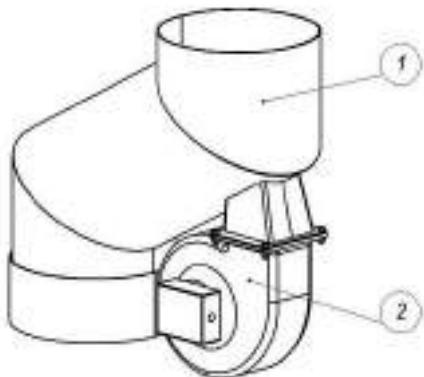

Рис.9
- Дымовой аспиратор (дымосос). (Рис.9)
Является дополнительной опцией, позволяющей увеличить тягу отводимых газов. Устанавливается в соответствии с Рис.9.